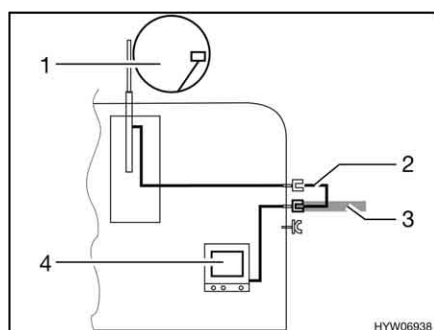

Fig. 101 TV nel veicolo
- TV nel veicolo (Fig. 101,4): Collegamento all'antenna del tetto (Fig. 101,1) con cavo di collegamento (Fig. 101,2)
- TV nel veicolo (Fig. 101,4): Collegamento a antenna esterna (Fig. 101,3)